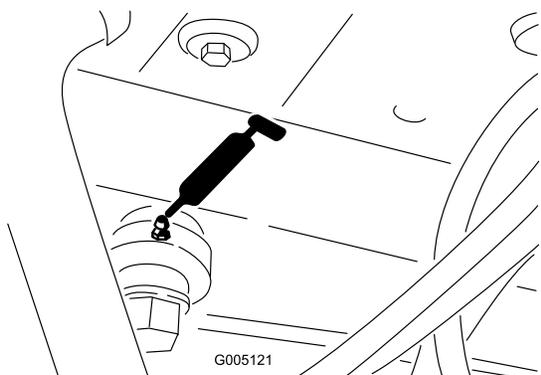

Рисунок 32
- Конец цилиндра рулевого управления (Рисунок 32)